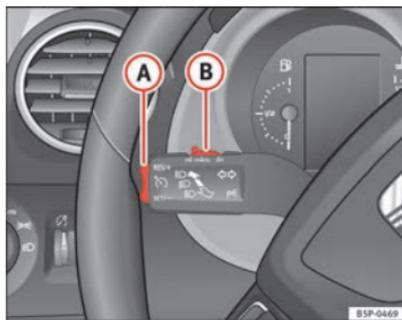

Fig. 150 Alavanca das luzes indicadoras de mudança de direcção e dos máximos: comando e botão basculante para o regulador da velocidade
- Premir a parte superior do botão basculante **RES/+** ⇒ fig. 150 **A** para aumentar a velocidade. Enquanto o botão basculante estiver a ser premido, o veículo é acelerado. Soltando o botão basculante, fica memorizada a nova velocidade.
Se se reduzir a velocidade com o pedal do travão, desliga-se o regulador da velocidade. Se quer activar de novo o regulador, bastará pressionar uma vez a parte superior do botão basculante **RES/+** ⇒ fig. 150 **A**.